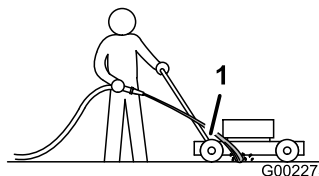

Figure 33
3. Tenez le tuyau d'arrosage à hauteur du guidon et dirigez le jet d'eau vers le sol, juste devant la roue arrière droite (Figure 33).